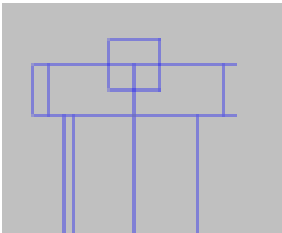

图 3-6 绘制矩形
9. 设置完毕，单击对话框中的 OK 按钮，然后设置基点坐标为（0，0），效果如图 3-6 所示。